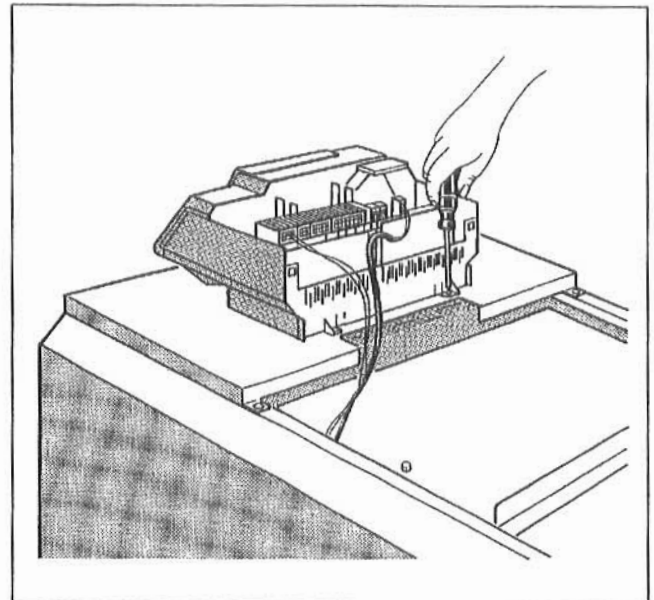

Fig. 8: Înșurubarea aparatului de reglare
- Aparatul de reglare se va înșuruba cu două șuruburi pe capota din față a cazanului (Fig. 8).